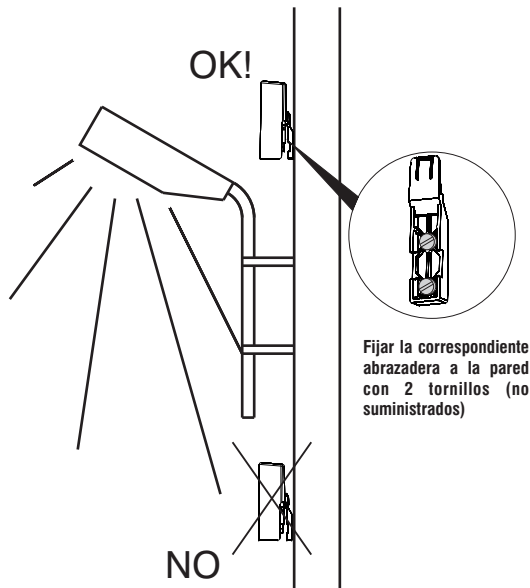

fig. 10
- a pared** fijando la abrazadera en vertical con 2 tornillos (no suministrados) en los correspondientes agujeros (fig.10);